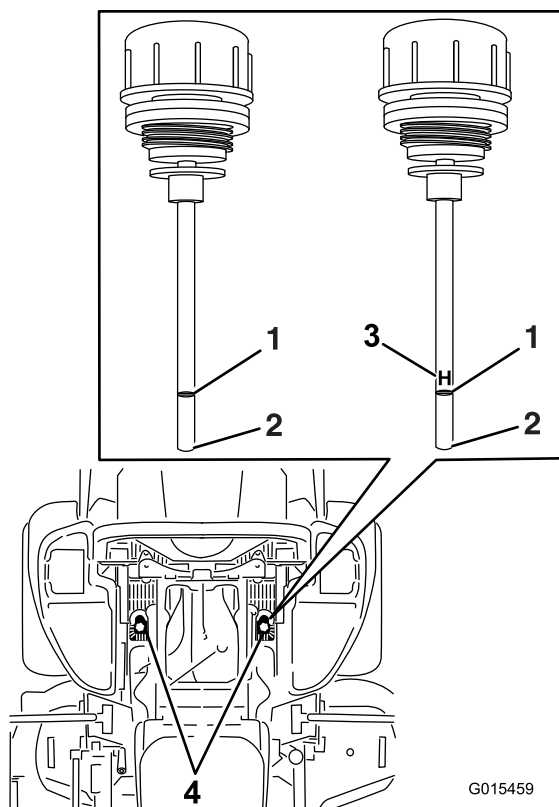

Figura 82
6. Pulite l'area attorno all'asta di livello dei serbatoi dell'impianto idraulico (Figura 82).
7. Togliete un'asta di livello dal serbatoio idraulico (Figura 82).
9. Togliete l'asta e controllate l'estremità (Figura 82).